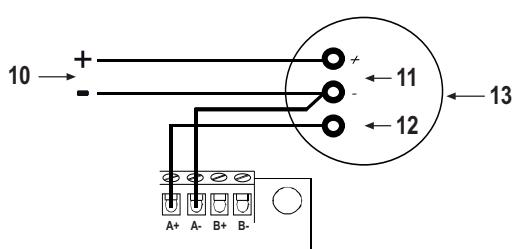

Fig. 6 Conexión de un sensor de consumo de corriente 4-20mA (sólo se muestra un circuito para mayor claridad).
- 5) Para os 4 sensores de gás de 20 mA, a conexão do circuito e o cabeamento de 24 V são mostrados nas Figs. 6 e 7. Um sensor, no máximo, deve ser encaixado em cada circuito, os dois sensores devem ser do mesmo tipo (consumo ou fornecimento).